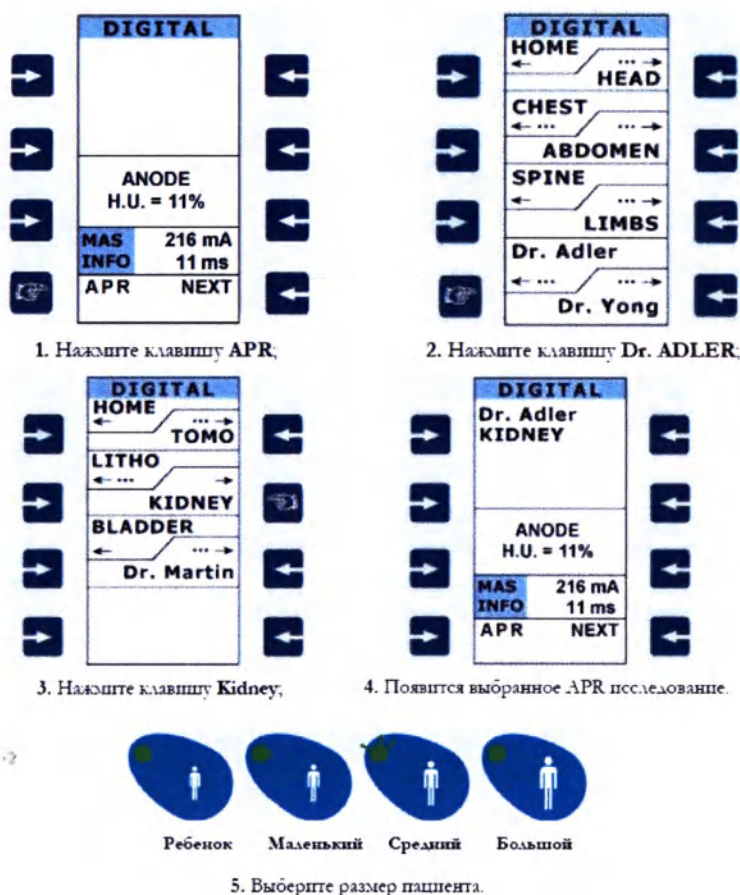

Рисунок 2.8 - Выбор APR исследования
2. Нажать на клавишу выбора исследования для загрузки соответствующей диаграммы методики и, при необходимости, для продолжения поиска через каскадированную структуру программы APR (рисунок 2.8, шаги 2 и 3) пока нужное исследование не появится на дисплее в меню APR. При необходимости нажать любую клавишу на пульте для закрытия меню APR.